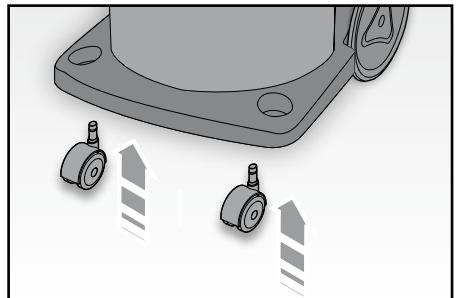

Fig. 3
- Inserire le ruote girevoli (R) negli appositi alloggiamenti posti nella parte anteriore dell'apparecchio e bloccarle premendole fino a sentire uno scatto (FIG. 3).